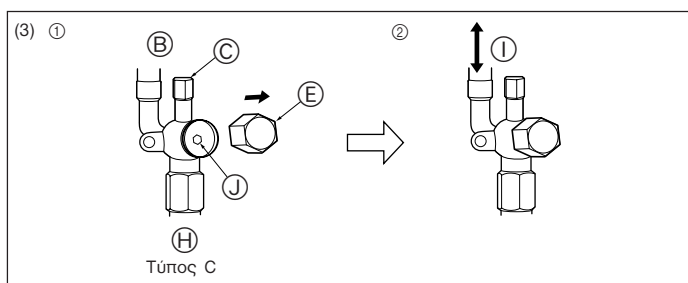

Fig. 4-7
- ③ Τύπος C (Fig. 4-7)
- ① Βγάλτε το καπάκι και περιστρέψτε το στέλεχος της βαλβίδας προς τα αριστερά έως το τέρμα χρησιμοποιώντας ένα εξαγωνικό κλειδί 4 χλστ. Σταματήστε να περιστρέφετε έως ότου φτάσει στον αναστολέα.
- ② Βεβαιωθείτε ότι η βαλβίδα διακοπής είναι εντελώς ανοιχτή, και περιστρέφοντας επαναφέρετε το καπάκι στην αρχική του θέση.
① Βαλβίδα	⑥ Εντελώς ανοιχτή
② Πλευρά μονάδας	⑦ (επιτόπου εγκατάσταση) Πλευρά σωληνώσεων ψυκτικού
③ Θυρίδα συντήρησης	⑧ Κατεύθυνση των διαδρομών ροής ψυκτικού
④ Λαβή	⑨ Υποδοχή κλειδιού
⑤ Καπάκι	⑩ Τμήμα λειτουργίας
⑥ Εντελώς κλειστή